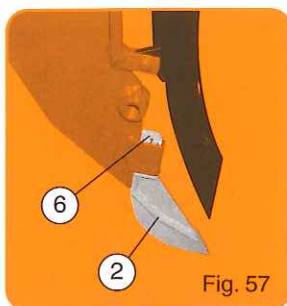

Fig. 57
- En version betterave, enlever le petit soc 7065S, puis mettre en place la pointe (2) réf. 7065a (fig. 57). Bien écarter la goupille fendue (6) pour qu'elle ne touche pas aux disques ouvreurs.
- In the sugarbeet version, remove the little shoe 7065s, then position the tip (2) ref 7065a (fig. 57). Split open wide the pin (6) so that it does not touch the disc openers.
- In der Rübenversion entfernen Sie das Schar 7065S. Setzen Sie das Schar 7065A - Fig. 57 - ein. Achten Sie darauf, dass der Splint (6) richtig eingeschlagen wird und nicht die Scheiben berührt.